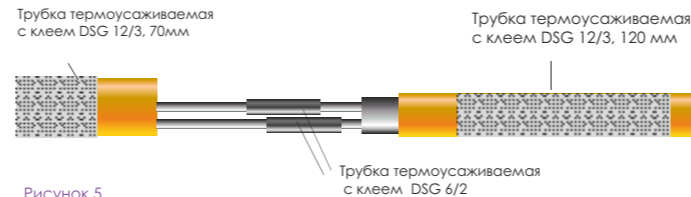

Рисунок 5
3.1.5 Надеть на жилы установочного провода термоусаживаемые трубки DSG 6\2 длиной 40 мм, вставить концы в медные соединения (соединить с нагревательной частью), обжать при помощи кремпера, надвинуть термоусаживаемые трубки и термоусадить их с помощью фена горячим воздухом (см. рис. 5).